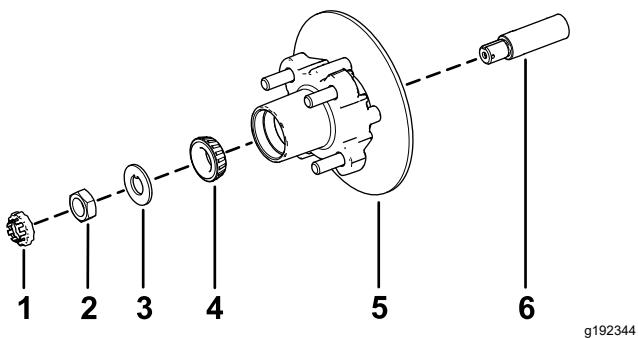

Figura 37
1. Aplique uma leve camada do lubrificante especificado no eixo (Figura 37).
2. Monte o cubo e o rotor no eixo com o rotor interior (Figura 37).
3. Monte o rolamento exterior no eixo e coloque o rolamento na correia exterior (Figura 37).
4. Monte a anilha com patilha no eixo (Figura 37).
5. Enrosque a porca do eixo no eixo e aperte a porca com 15 N·m, enquanto roda o cubo para assentar o rolamento (Figura 37).
2. Alinhe as pastilhas dos travões com cada lado do rotor (Figura 33) e os orifícios no suporte da pinça com os orifícios na montagem dos travões da estrutura do eixo (Figura 37).